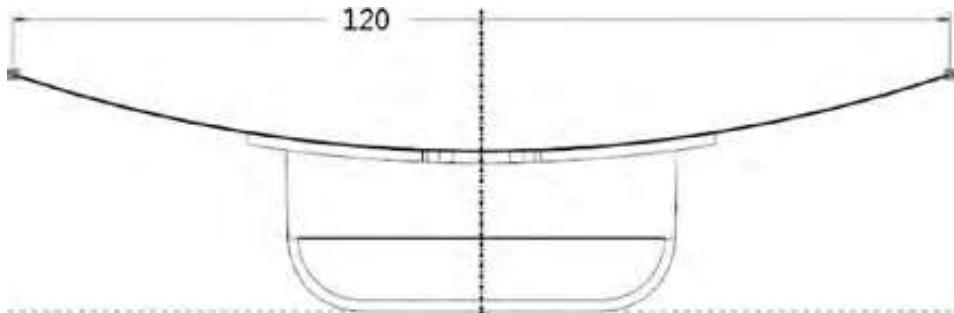

图4-32 水平尺寸为120mm
Step 14 单击“尺寸”按钮 \square ，标上两个端点之间的水平尺寸为120mm，如图4-32所示。